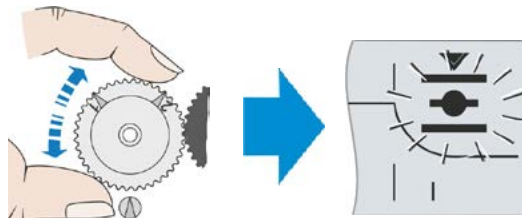

Fig. 6: Girar a engrenagem principal na posição intermediária até que o símbolo de posição final pisque
8. Só com transdutor de posicionamento: Girar a engrenagem principal no transdutor de posicionamento; as marcações 1 e 2 apontarão para cima e o símbolo da posição final selecionada piscará (Fig. 6).